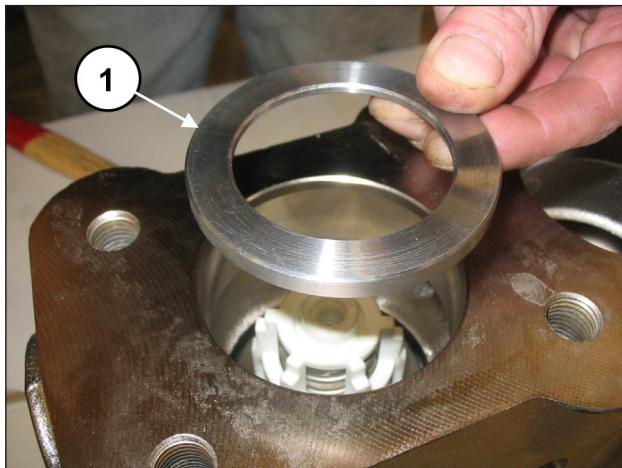
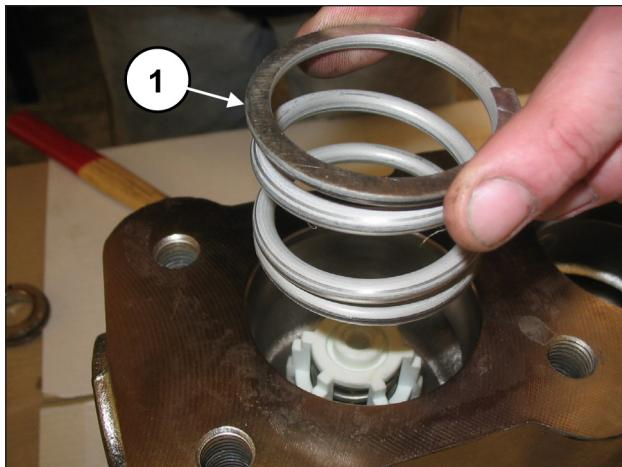

Abb. 129
Abb. 130
Setzen Sie den Ring des Ventilsitzes (Pos. ①, Abb. 129) und die Feder (Pos. ①, Abb. 130) ein.